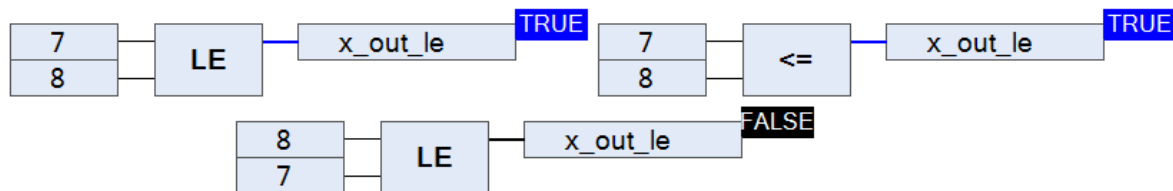

Рисунок 2.34 – Оператор сравнения «Меньше или равно»
**Оператор сравнения «Меньше или равно».** Оператор сравнения «Меньше или равно» может обозначаться письменно как «LE», так и символьно «<=». Работает следующим образом: если значение первого входа меньше или равно значению второго – результатом будет логическая единица, иначе – логический ноль (рис. 2.34).